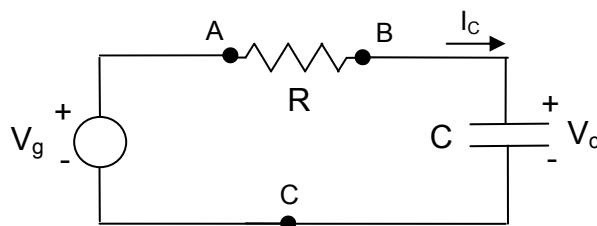
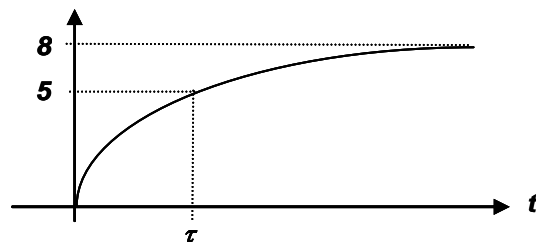

Figura 7.5.-Circuit RC per mesurar la constant de temps.
Figura 7.6. Mesura de la constant de temps.
1.- Considereu el circuit de la figura 7.5 constituït per un generador de senyal quadrat entre 0 V i 1 V de freqüència igual a 5 kHz, una resistència de valor 1 k $\Omega$  i un condensador de 10 nF en sèrie. Supposeu que a l'instant  $t = 0$  es connecta el generador, la sortida del qual suposarem que en aquest instant canvia des de 0 V fins a 1 V, i que el condensador està descarregat. a) Escriviu i representeu gràficament l'equació de  $V_c(t)$  durant el primer semiperíode, indicant el instant en el que aproximadament  $V_c(t)$  arriba al seu valor final. b) Calculeu l'expressió de  $I_c(t)$  i representeu-la gràficament.
Munteu el circuit RC de la figura 7.5 constituït pel generador de funcions donant un senyal quadrat de 5 kHz, seguit d'una resistència en sèrie d'1 k $\Omega$  i d'un condensador de 10 nF. Visualitzeu en el canal 1 de l'oscil·loscopi, en mode DC, un període del senyal en els terminals del condensador (entre els punts B i C) i ajusteu l'amplitud del senyal fins que ocupi 8 divisions, fixant l'eix d'abscisses en la línia inferior de la pantalla. Tal com s'indica a la figura 7.6, la constant de temps és el temps transcorregut des de l'inici de l'exponencial fins el temps en el que el seu valor és de 5 divisions (en rigor, 5,06 divisions), ja que  $V_c(\tau) = 8 \cdot (1 - \exp(-1)) = 5,06 \cong 5$  V.
Dibuixeu aproximadament la forma d'ona que veieu a la pantalla. Canvieu la connexió del punt B al punt A (figura 7.5) i dibuixeu aproximadament la forma d'ona que apareix.